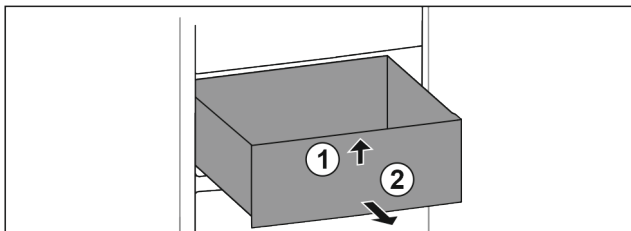

Fig. 99
- ▶ Podignite ladicu sprijeda. Fig. 99 (1)
- ▶ Izvadite ladicu prema naprijed. Fig. 99 (2)